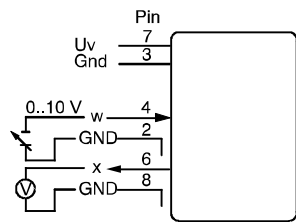
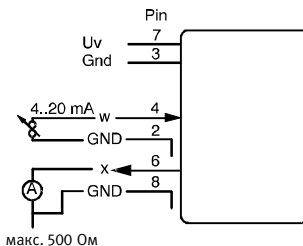

Fig. 9 Вариант управления по напряжению
Fig. 10 Вариант управления по току
- Подключите MPPES-...- с помощью кабеля согласно одной из схем подключения на Fig. 9 или Fig. 10